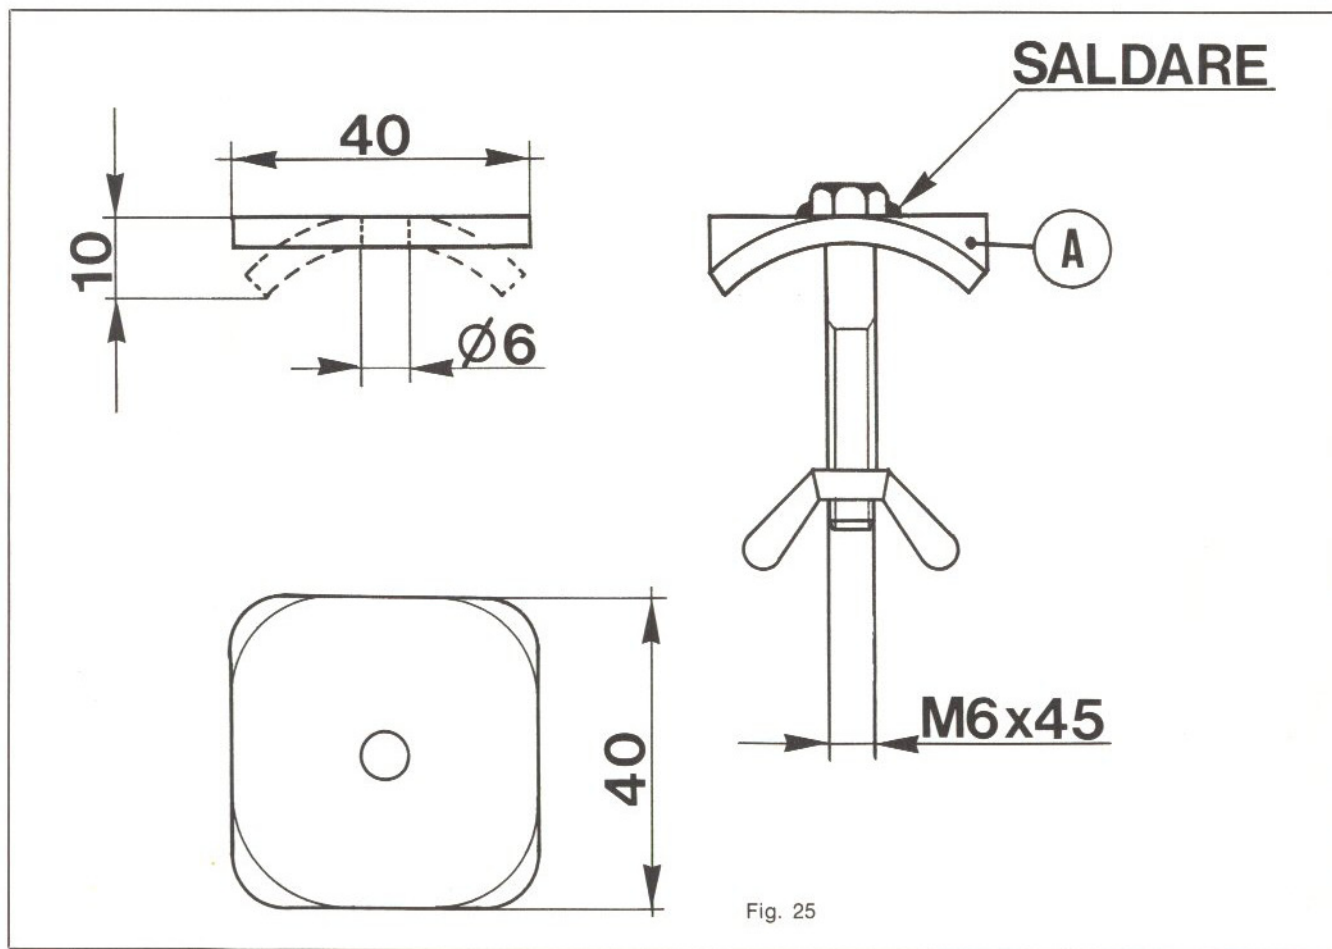

Fig. 25
3) - Costruire l'attrezzo «A» secondo le indicazioni di fig. 25. Le 4 piegature all'estremità della piastra quadrata di lamiera, possono essere facilmente ottenute in morsa.